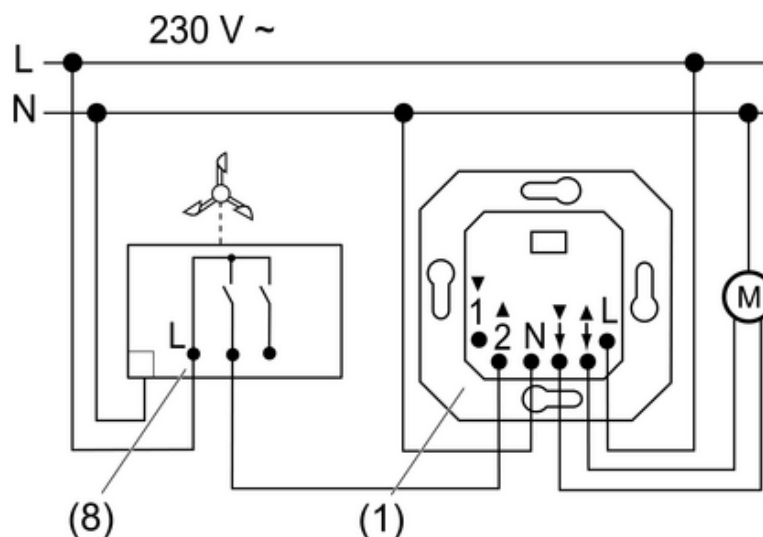

Figure 5: Exemple de raccordement du capteur de vent
- Raccorder le capteur de vent (8) conformément à l'exemple de raccordement (figure 5). L'alarme de vent est générée via l'entrée de poste auxiliaire 2.